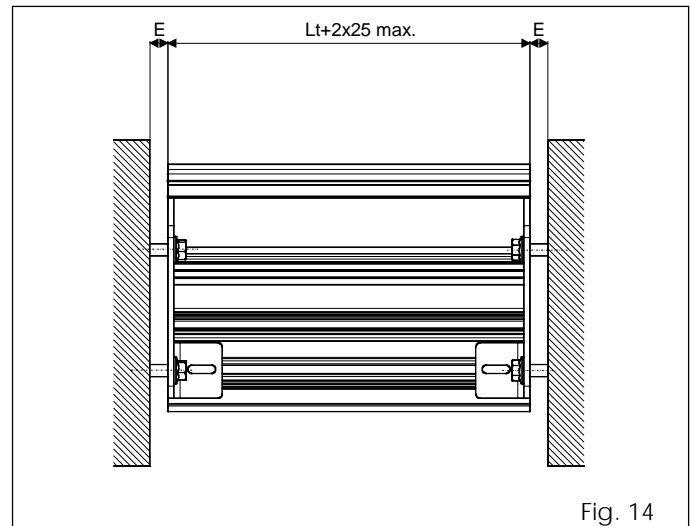

Fig. 14
- Fije las placas laterales utilizando tacos adecuados (no se suministran en dotación) y prevea las eventuales arandelas de espesor para los espacios E (fig. 14).